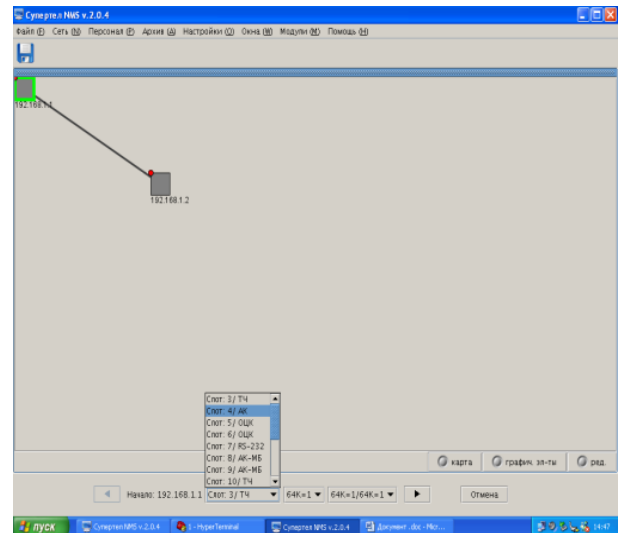

Рис. 31
18. Выбрать «Начало» – мультиплексор 192.168.10.1, выбрать «Слот: 4/АК», нажать значок  (рис. 31).